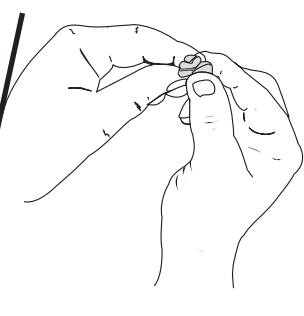

Fig. 38
5. Apriete el filtro para esparcir y retirar el exceso de aceite (Fig. 38).